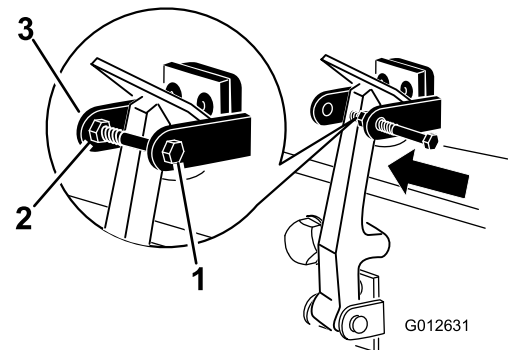

图 6
8. 将螺栓拧入机罩门锁支架的另一个臂将门锁锁定到位 图 6。拧紧螺栓但不要拧紧螺母。